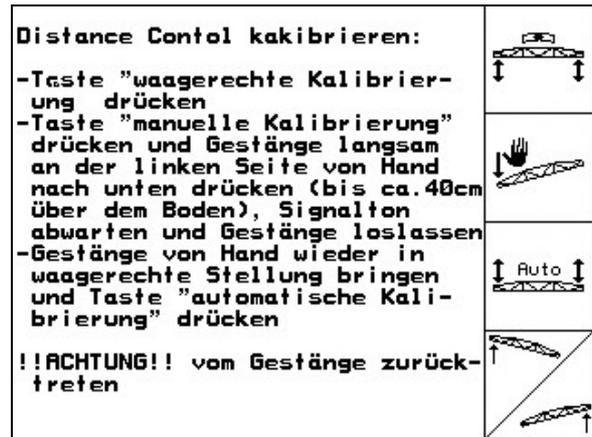

Рис. 29
1. Нажатием  (Рис. 29) запустите автоматическую калибровку.